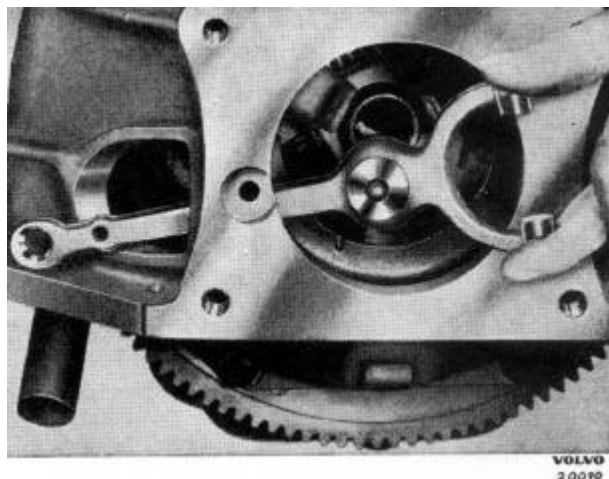

Abb. 4 Ausbau der Ausrückgabel, frühere Baureihe
2. Rückholfeder (16 Illustration) aushängen und Druckhebel (22) an der Ausrückgabel (15) aushängen.
3. Ausrücklager (6) entfernen.
5. Ausrückgabel ausbauen(15), dazu das Kugelgelenk mit einem 17mm-Gabelschlüssel einige Umdrehungen lockern; mit dem Schlüssel festhalten und die Arretierungsschraube heraus-schrauben. Ausrückgabel unter einer halben Drehung von hinten herausnehmen (s. Abb. 4).
5. Ausrückgabel umgedreht in das Schwungradgehäuse einführen und um 180 Grad drehen (s. Abb. 4). Kugelgelenk mit der Arretierungsschraube mit einem Drehmoment von 1,7 - 2,0 kpm sichern.